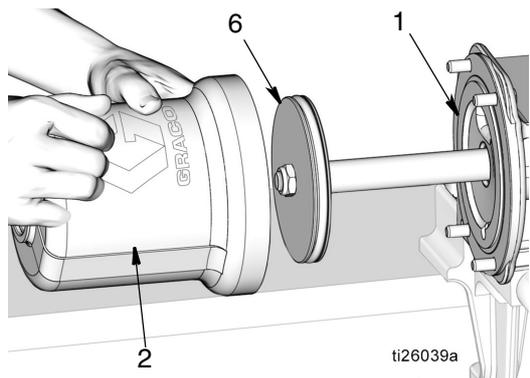

FIG. 51
- a. Utilizzare un panno pulito per pulire l'interno del cilindro pneumatico (2) e rimuovere sporco o contaminanti.
- b. Applicare un sottile strato di grasso alle superfici interne del cilindro pneumatico(2). Fare scorrere il cilindro pneumatico (2) sul pistone (6) e premerlo fino a quando non entra saldamente in sede nella base della pompa (1). Vedere FIG. 51.